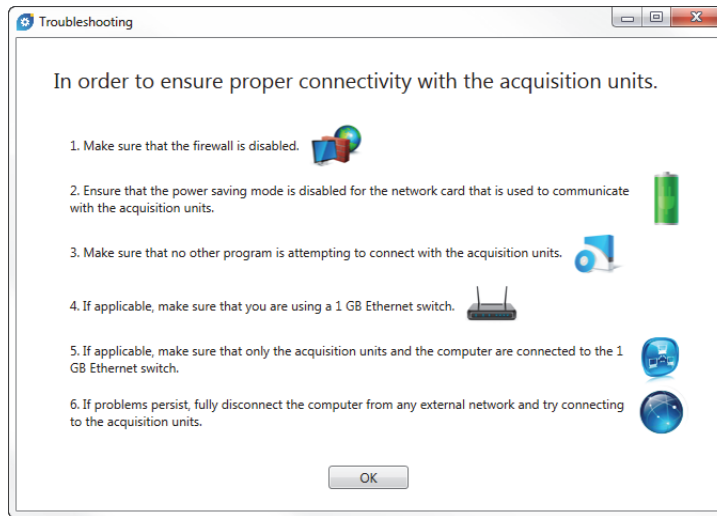

Abbildung 1-21 Dialogfeld Troubleshooting (Beispiel)
- ◆ Klicken Sie auf **Troubleshooting** (Problembehandlung), um eine Liste mit möglichen Gründen der Verbindungsprobleme anzuzeigen und führen Sie die Schritte durch (Abbildung 1-21 auf Seite 41).